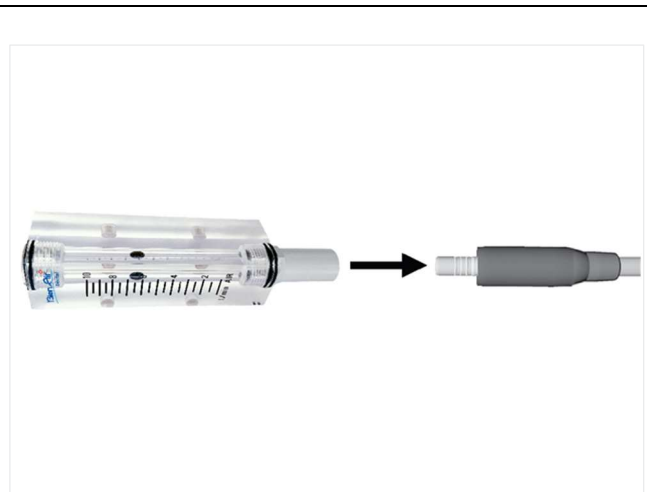

FIG. 5
4. Coloque o medidor de fluxo no acessório da extremidade e, em seguida, ative o ar de propulsão e medir o fluxo de ar. O valor é medido no meio da esfera do medidor de fluxo, de acordo com a norma JIS B7551. FIG. 5.